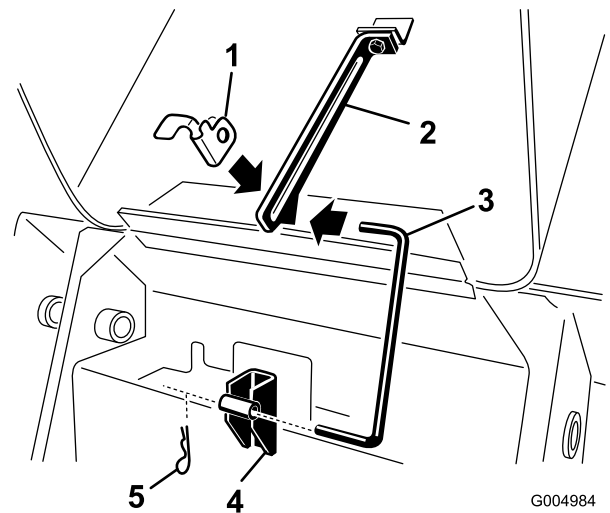

Figure 41
3. Sortez la goupille fendue du bas de la béquille de capot et sortez la béquille des supports de retenue et de la languette (Figure 41).
7. Placez la béquille dans les supports de retenue et la languette, et fixez-la en place avec la goupille fendue (Figure 41).